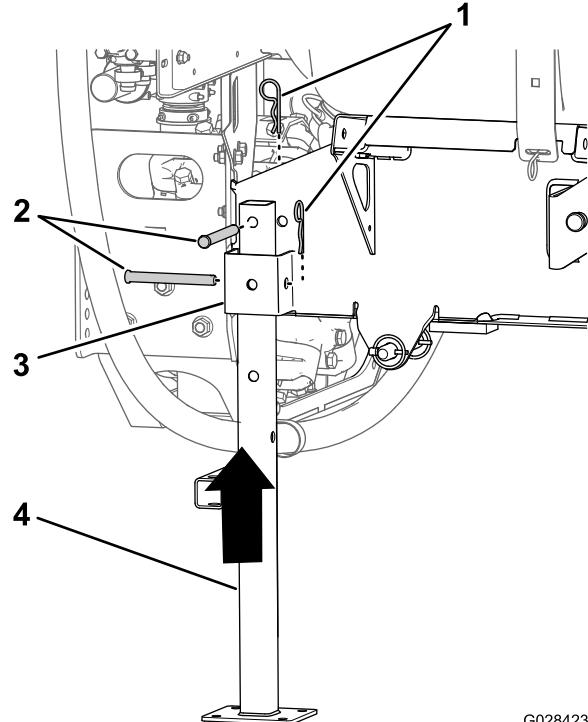

Bild 136
5. Richten Sie den hinteren Stützbock an der hinteren Stützbockaufnahme aus (Bild 136).
6. Fluchten Sie das Loch oben am Stützbock mit dem Loch im Rahmen des Behältergestells aus (Bild 136)
7. Befestigen Sie den Stützbock mit zwei Lastösenbolzen ($\frac{1}{2}$ " x $4\frac{1}{2}$ ") und zwei Sicherungsstiften ($\frac{5}{32}$ " x $2\frac{5}{8}$) an der Aufnahme und dem Rahmen, wie in Bild 136 dargestellt.